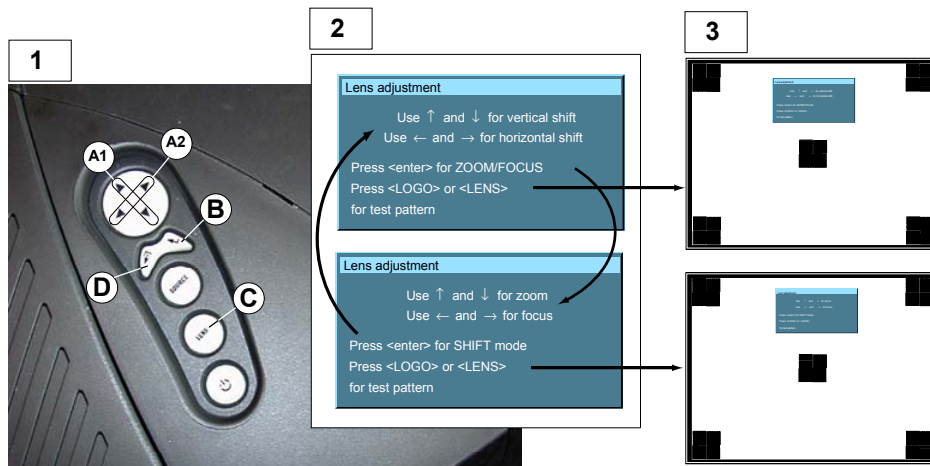

Abbildung 4-12
4. Drücken Sie die Bedientaste  (D), um das Einstellungs Menü zu verlassen. (Abbildung 4-12)